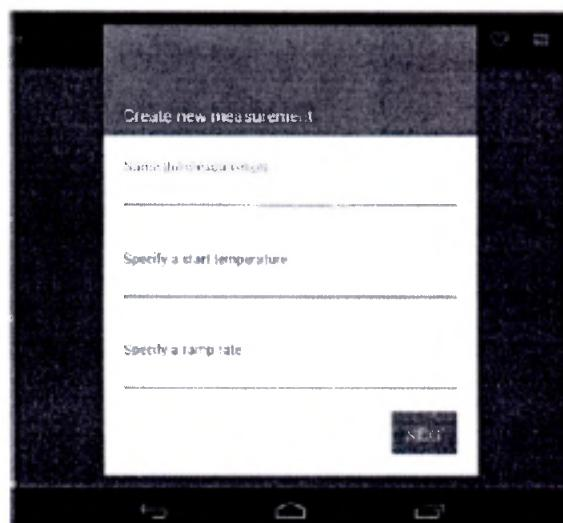

Рисунок 4. Название и основные параметры измерения.
2) Далее (рис. 4) заполните поля «Specify a start temperature» (Стартовая температура) и «Specify a ramp rate» (Скорость увеличения температуры) и коснитесь **NEXT**.